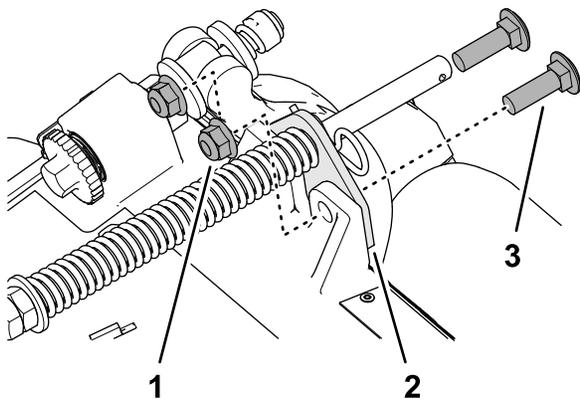

Рисунок 14
2. Удалите 2 фланцевые контргайки (3/8 дюйма) и 2 каретных болта (3/8 x 1 1/4 дюйма), которые крепят кронштейн компенсатора состояния грунта к раме режущего блока (Рисунок 14).